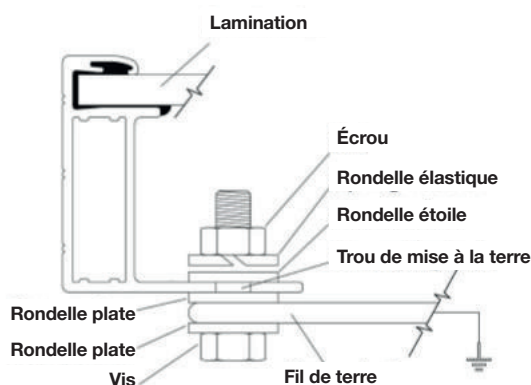

Figure 1
- Utilisez un boulon M8 et des rondelles pour relier le fil de terre et le cadre en aluminium à travers les trous de mise à la terre (comme indiqué sur la *figure 1*). Le couple de serrage est de 3-7N.m. Tous les écrous et rondelles doivent être en acier inoxydable.